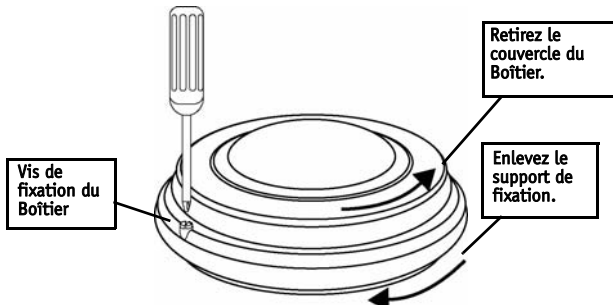

Figure 1 Enlevez le couvercle du boîtier et le support de fixation.
1. Dévissez la vis de fixation du boîtier (Fig. 1).
1. Placez un cavalier sur les broches de sélection appropriées du décompte des impulsions (Fig.1).
1. Installez le couvercle du boîtier (Fig. 1).
2. Enlevez le support de fixation (Fig. 1).